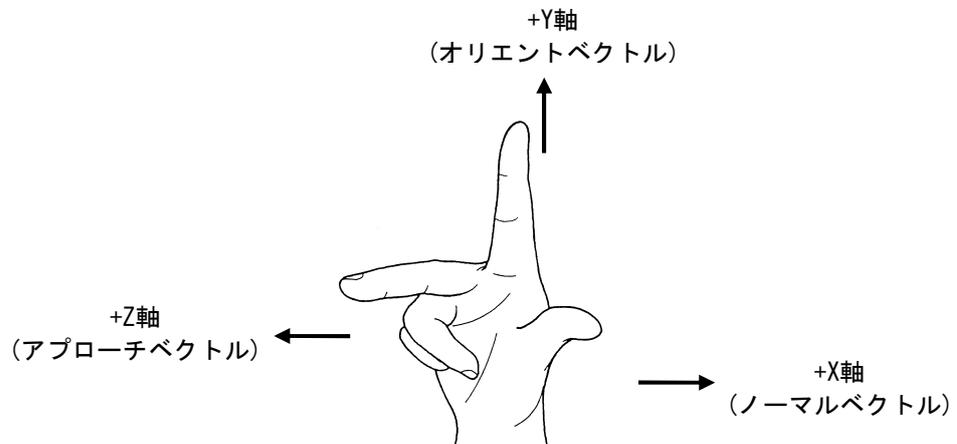

図2-5 右手座標系
- 図2-5に示すように、X成分は、Y軸をオリентベクトル、Z軸をアプローチベクトルとする右手座標系のX（+）軸方向のノーマルベクトル上に定義されます。